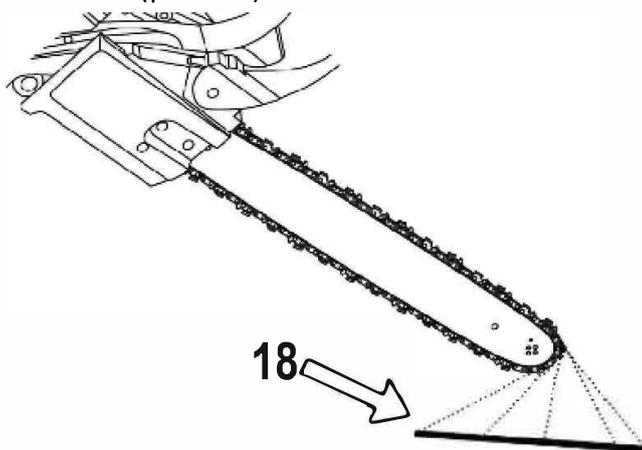

Рисунок 12
- После запуска двигателя включите цепь на средней скорости и проверьте, разбрызгивается ли цепное масло (рис.12).